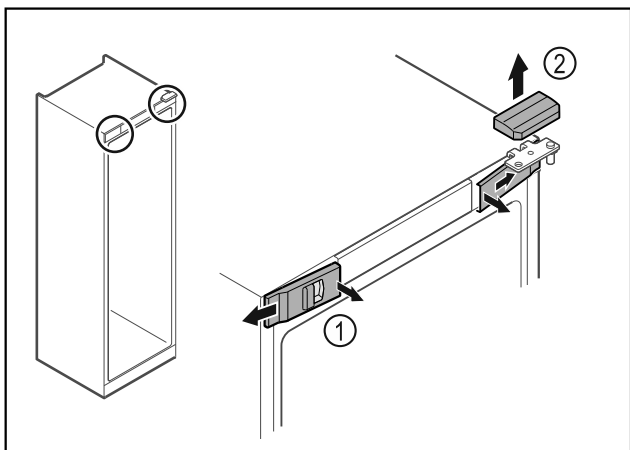

Fig. 5
- ▶ Spnite sprednje pokrove Fig. 5 (1) in jih odstranite proti strani.
- ▶ Zgornji pokrov Fig. 5 (2) snemite v smeri navzgor.